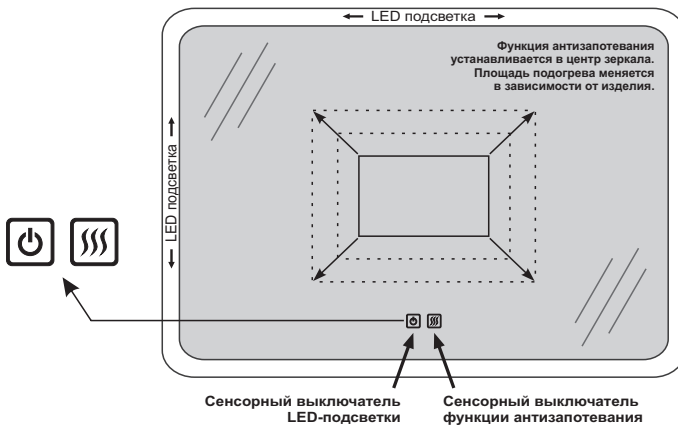

Рис. 2.1
- с помощью отдельной сенсорной кнопкой (Рис.2.1).